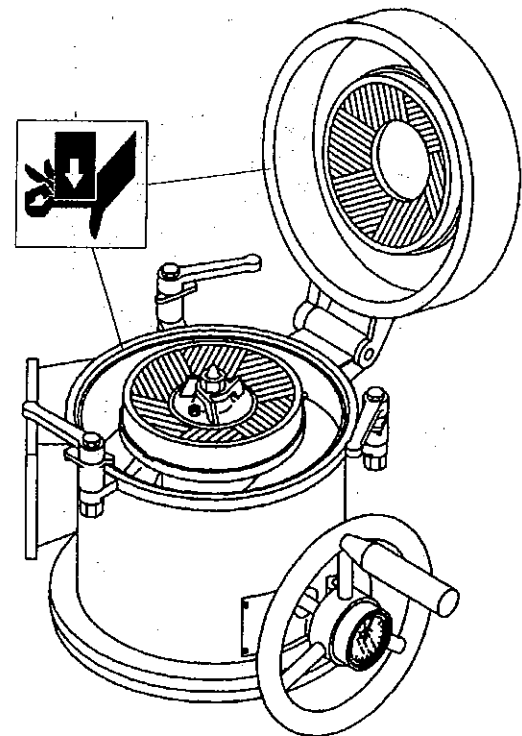

図 14-2
- ・上蓋本体は十分に注意しながら開閉してください。手を挟む危険があります。（図14-2）